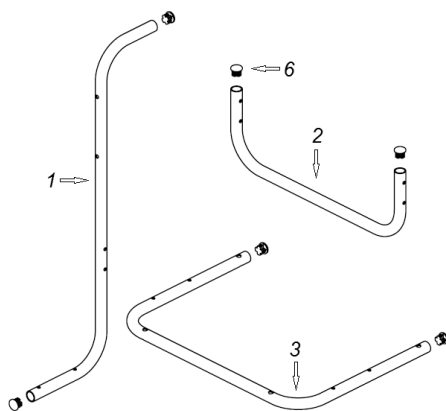

Рисунок 8
Установите заглушки (6) в торцы стоек (1), основания (3) и поперечины (2) так, чтобы не осталось щелей (рисунок 8).